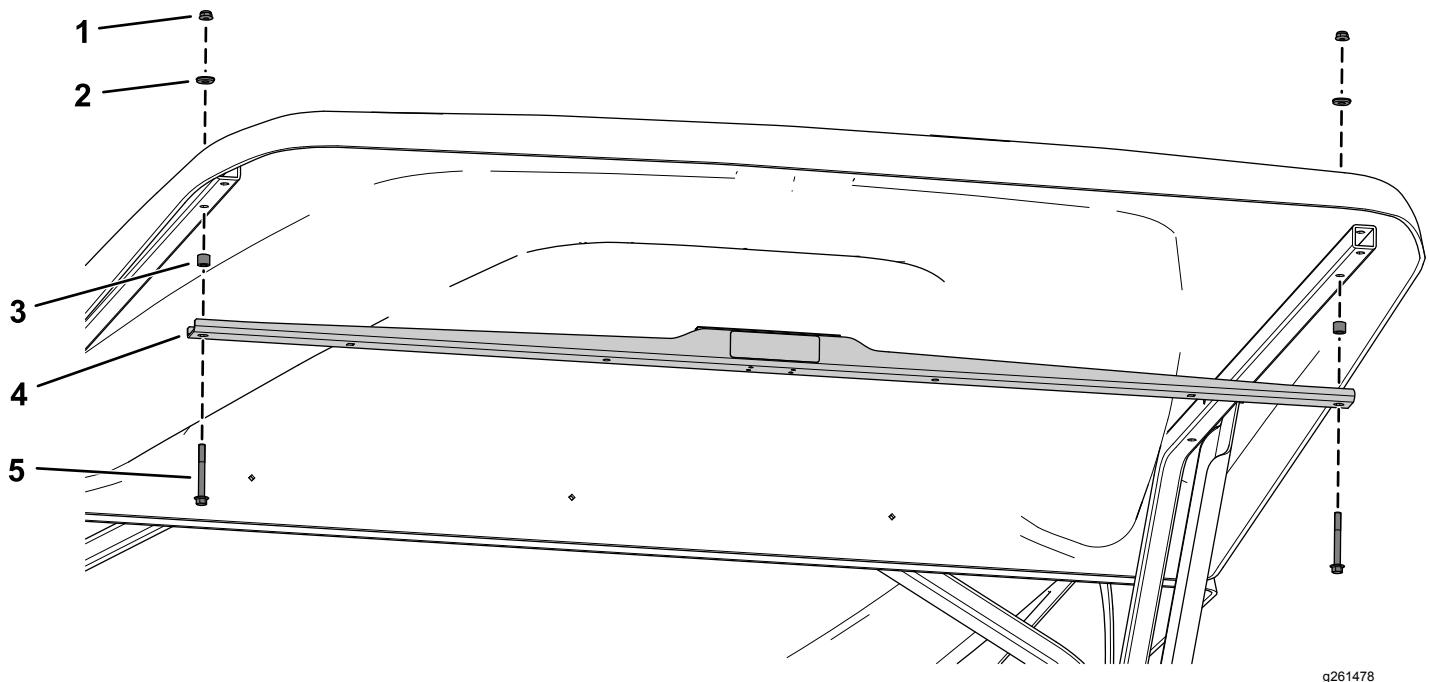

Figura 7
4. Prenda o suporte de apoio do toldo à extensão do toldo utilizando dois parafusos de cabeça flangeada ($\frac{1}{4}$ pol. x $2\frac{1}{4}$ pol.), dois espaçadores, duas anilhas vedantes e duas porcas de bloqueio ($\frac{1}{4}$ pol.) como se mostra na Figura 7.